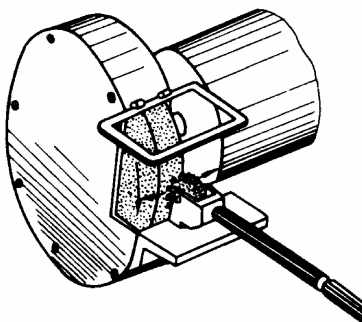

图 3-6 砂轮修整
(3) 注意事项。
- ① 车刀刃磨时,不能用力过大,以防打滑伤手。
- ② 车刀高低必须控制在砂轮水平中心,刀头略向上翘,否则会出现后角过大或负后角等弊端。
- ③ 车刀刃磨时应作水平的左右移动,以免砂轮表面出现凹坑。
- ④ 在平形砂轮上磨刀时,尽可能避免磨砂轮侧面。
- ⑤ 砂轮磨削表面须经常修整,使砂轮没有明显的跳动。对平形砂轮一般可用砂轮刀在砂轮上来回修整,如图 3-6 所示。